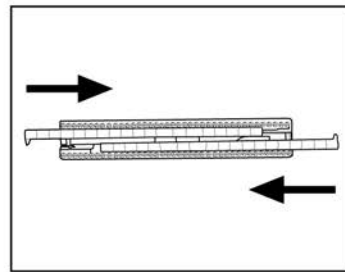

Fig. 9
Per il montaggio del telaio setolato per moquette e tappeti (26), inserire nelle apposite guide le spazzole rigide con le linguette rivolte all'interno (Fig. 9).